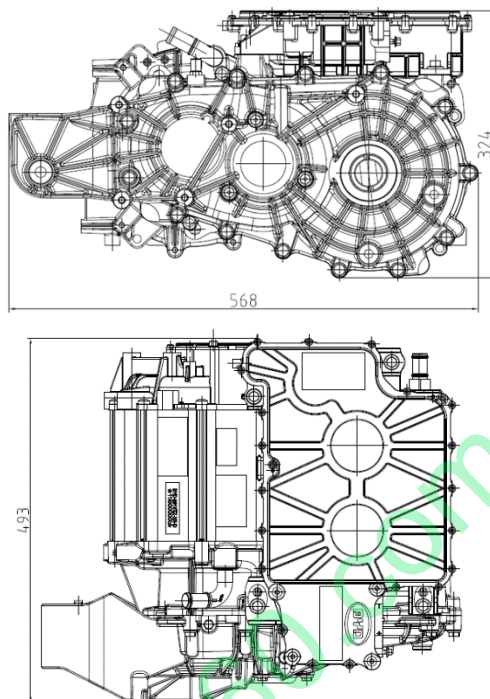

图 6
1. HADEC 前驱电动总成外观尺寸大小： $A \times B \times C = 568\text{mm} \times 493\text{mm} \times 324\text{mm}$ （见下图 6）：